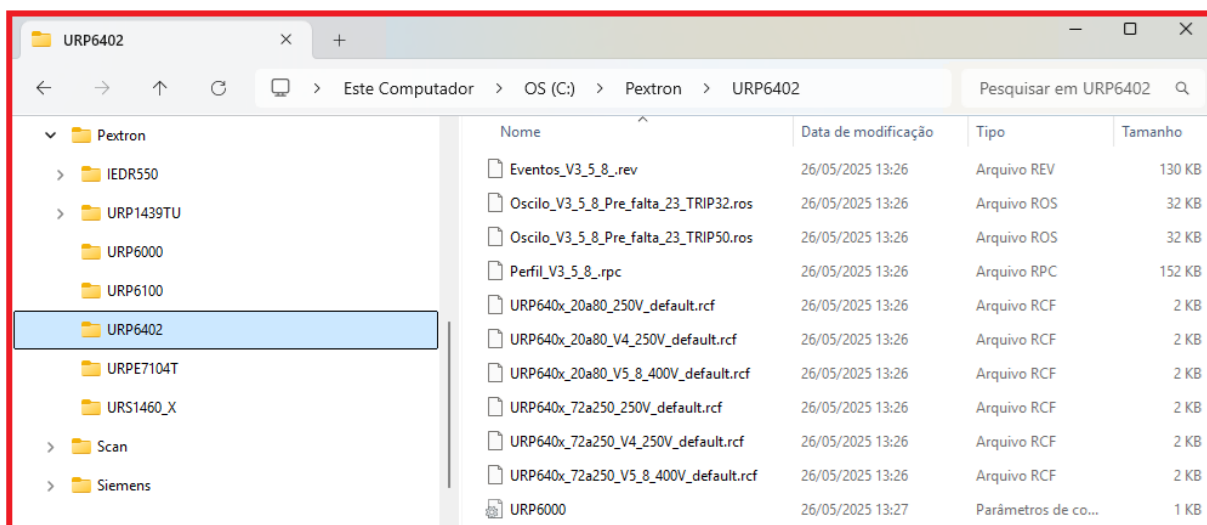

Figura 3.19: Local de armazenagem dos arquivos de trabalho.
f) Os arquivos gerados na utilização do programa são gravados na pasta do relé em C:\Pextron com as extensões mostradas na figura 3.19 e identificadas na tabela 3.9.